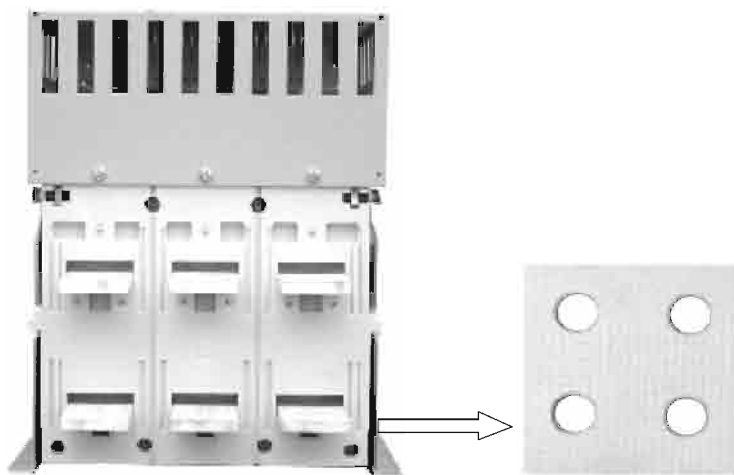
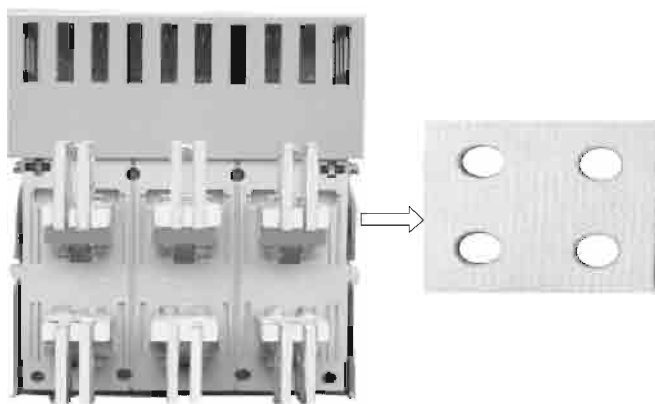

图6-1水平 (后置)
图6-3垂直(后置)
6.1.1 固定式接线端子形状 (如图6-1至图6-3, 详细尺寸见第14章)